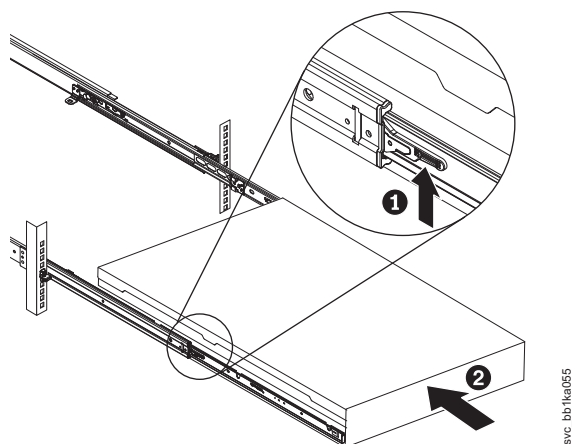

図 132. ラックのスライド・レールの ロック・レバーを上げる
12. スライド・レール上のロック・レバー (170 ページの図 132 の **1**) を上げて、サーバー **2** を、所定の位置にカチッと音を立てて収まるまで、ラック内に完全に押し込みます。